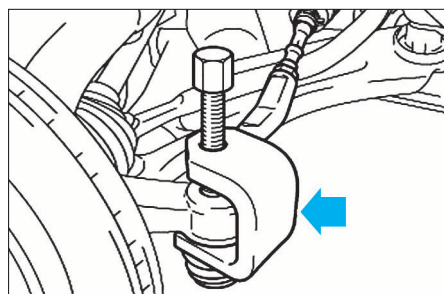

FIG. 3
- Extracteur de rotule de direction (réf : 09611-12010) (Fig.3).